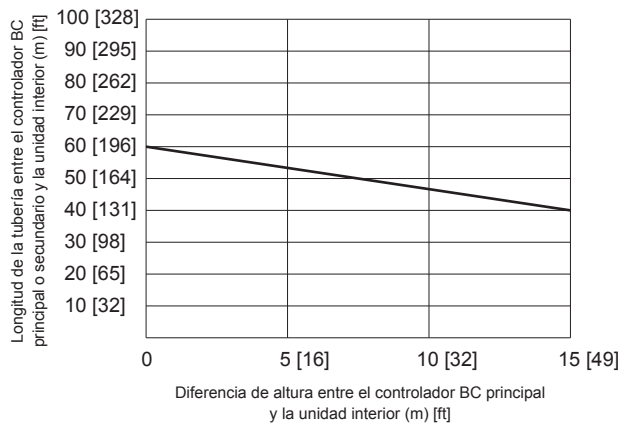

Fig.1
*2 Consulte la Fig. 1. (Sin embargo, cuando están conectados los modelos de unidad interior P72 o P96, la distancia máxima permitida entre el controlador BC y la unidad interior más alejada es de 40 m.)
*3 Cuando la longitud de la tubería o la diferencia de altura excede la restricción especificada en la Fig. 1, conecte un controlador BC secundario al sistema. La restricción de un sistema con un controlador BC secundario se muestra en la Fig. 2. Cuando una configuración de sistema determinada cae dentro del área sombreada en la Fig. 2, aumente el tamaño de la tubería de alta presión y la tubería de líquido entre el controlador BC principal y el secundario una talla. Cuando se utilizan los modelos de unidades interiores P12, P15, P18, P36 o P48, aumente el tamaño de la tubería de líquido bifurcada entre el controlador BC secundario y la unidad interior una talla. Cuando utilice el modelo P54 o un modelo de unidad interior más grande, no puede superar la restricción que se muestra en la Fig. 1.
*12 El controlador BC secundario no se puede utilizar en (B).
***3** Cuando la longitud de la tubería o la diferencia de altura excede la restricción especificada en la Fig. 1, conecte un controlador BC secundario al sistema. La restricción de un sistema con un controlador BC secundario se muestra en la Fig. 2. Cuando una configuración de sistema determinada cae dentro del área sombreada en la Fig. 2, aumente el tamaño de la tubería de alta presión y la tubería de líquido entre el controlador BC principal y el secundario una talla. Cuando se utilizan los modelos de unidades interiores P12, P15, P18, P36 o P48, aumente el tamaño de la tubería de líquido bifurcada entre el controlador BC secundario y la unidad interior una talla. Cuando utilice el modelo P54 o un modelo de unidad interior más grande, no puede superar la restricción que se muestra en la Fig. 1.